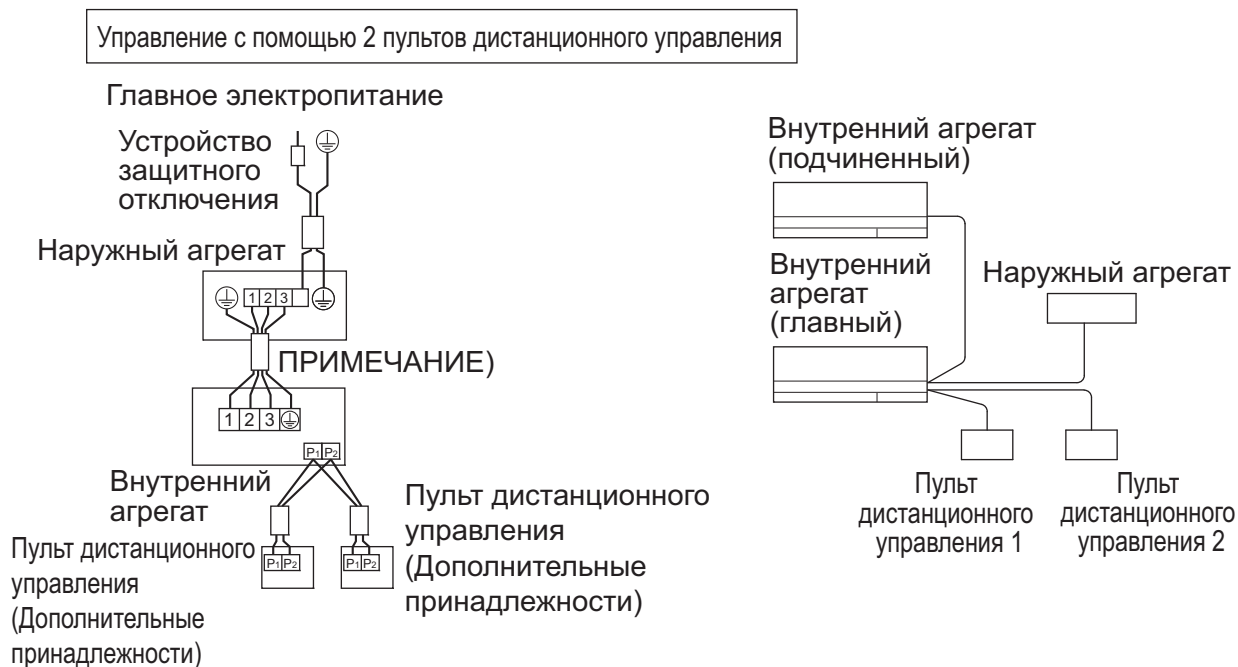

Рис. 29
- (1) Снимите крышку блока управления. (См. раздел "5. УСТАНОВКА ВНУТРЕННЕГО АГРЕГАТА".)
- (2) Подключить мостик между контактами (P1, P2) внутри блока управления для пульта дистанционного управления. (Полярность отсутствует) (См. рис. 29)